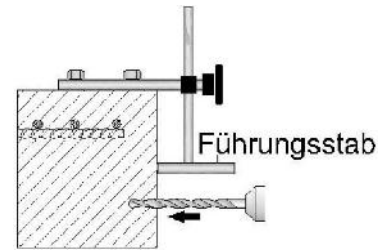

Abbildung 2: Bohrhilfe
- Ggf. das Bohrloch mit Bohrhilfe erstellen (vgl. Abbildung 2)